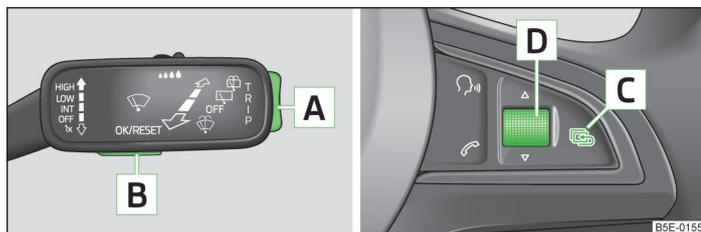

Fig. 10 Touche (molette de réglage) sur la manette de commande/le volant multifonction
- Actionnez la touche **A** » fig. 10 ou la molette de réglage **D** pour sélectionner l'option de menu **Avertissement en cas de dépassement de la vitesse**.